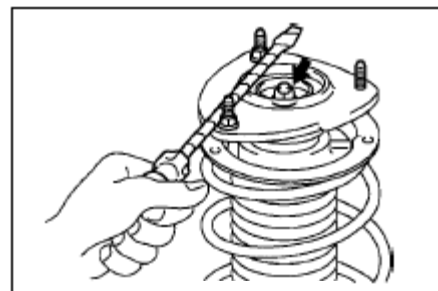

Рис. 181
- (1) Удерживайте опору от проворачивания за шпильки отверткой или подобным предметом(рис. 181).